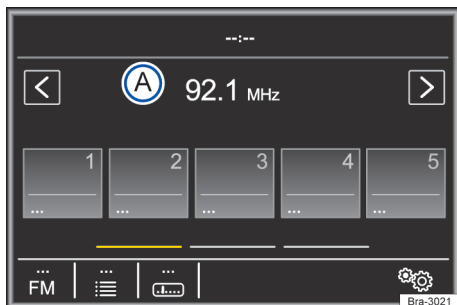
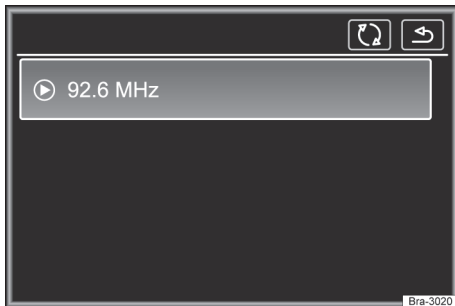

Fig. 123 Menu principal do rádio.
Fig. 124 Operação do rádio: lista de emissoras com possibilidade de atualização.
### Áreas de função e respectivo significado no menu principal do rádio → Fig. 123 e → Fig. 124:
| Selecionar a estação, por meio dos botões de seta (←) / (→) | <p>Tocar na superfície de função (←) ou (→) → Fig. 123.</p> <p>De acordo com o ajuste dos botões de seta, é trocado entre estações salvas ou estações disponíveis. Ajustes dos botões de seta no menu Configurações de rádio → Página 157.</p>   |
| Selecionar estação da lista de estações                     | <p>Para abrir a lista de estações, tocar na superfície de função (☰) → Fig. 123.</p> <p>Pesquisar lista e acessar estação desejada por meio de toque.</p> <p>Para fechar a lista de estações, tocar na superfície de função (☰) → Fig. 124. Sem comando, a lista de estações é fechada automaticamente depois de algum tempo.</p> |
| Atualizar a lista de estações                               | <p>A lista de estações pode ser atualizada manualmente pela superfície de função (☰) → Fig. 124.</p>  |
| Introduzir a banda de frequências                           | <p>Tocar na superfície de função (☰) → Fig. 123.</p>  |
Tocar em um dos botões de seta **na parte superior** no display → Fig. 123. A próxima estação disponível é ajustada automaticamente.
**OU:** *manter pressionado* um dos botões de seta → Fig. 123 **em cima** no display. Após *soltar*, a próxima estação de rádio que pode ser recebida é sintonizada automaticamente.
*Manter pressionado* o botão de estação desejado → Fig. 123 até soar um sinal sonoro.
Tocar na superfície de função  → Fig. 123 ou *girar* o botão de configuração para abrir a lista de estações.